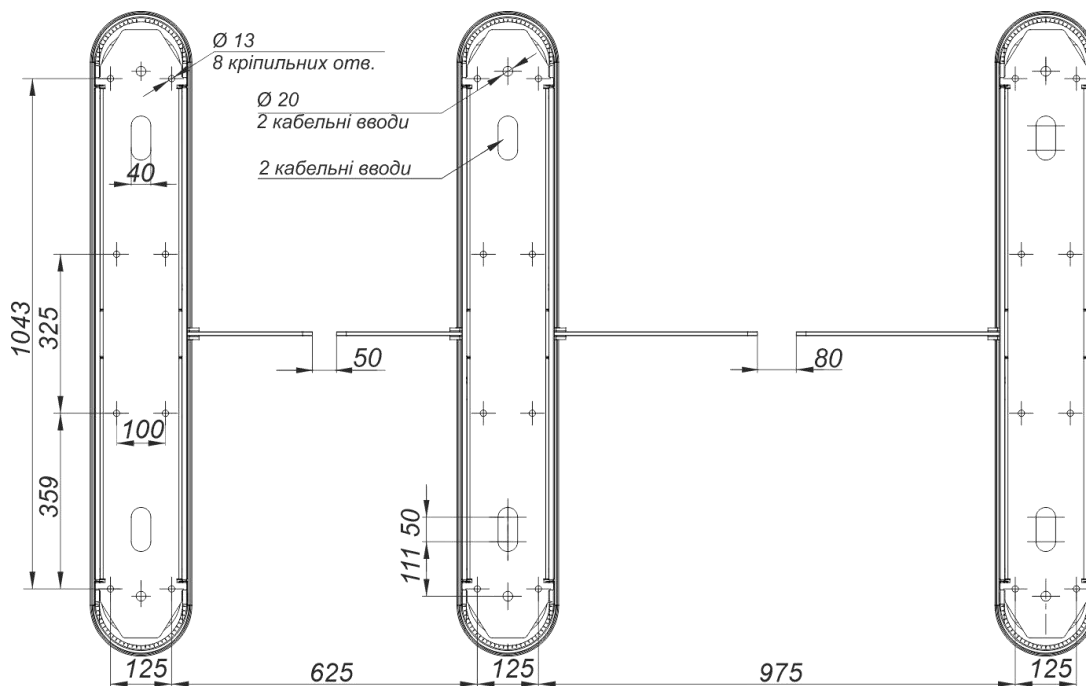

Рис.17– Установочні розміри комплекту турнікетів «Sweeper-BM-1» і «Sweeper-BM-2»
6. - З'єднати кріпильні отвори в нижній пластині турнікету з підготовленими отворами в поверхні згідно з розміткою рис.17 і закріпити турнікет за допомогою анкерів, що є в комплекті.